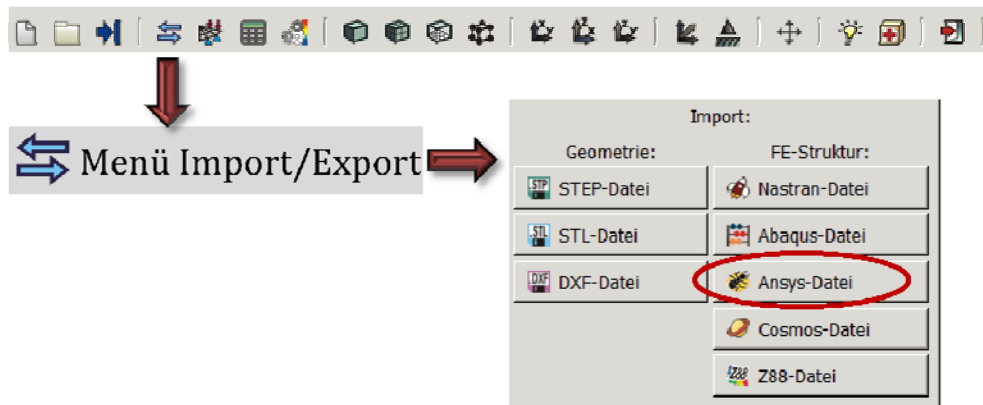

Abbildung 21: Aufruf des ANSYS-Konverters Z88ANS
3. Importieren Sie das Simulationsmodell in Z88Aurora, wie in Abbildung 21 beschrieben. Dazu wählen Sie unter Datei > Import > ANSYS-Datei.